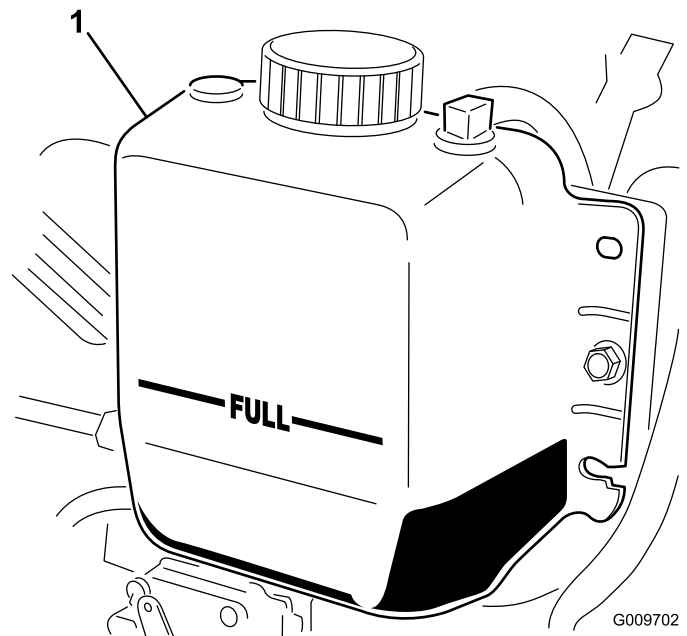

Figura 34
2. Verifique o nível do líquido de arrefecimento do radiador. O radiador deverá encontrar-se cheio de líquido até ao cimo do tubo de enchimento e o nível de líquido no depósito de expansão deverá atingir a marca FULL (Figura 34).